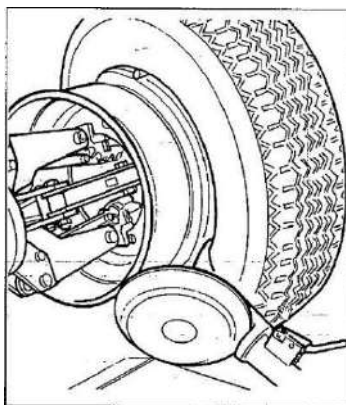

Рисунок 23
- 4) Перемещайте держатель с КРЮКОМ вперед до тех пор, пока красная контрольная точка не совпадет с внешним краем обода и не будет находиться на расстоянии около 5 мм от него (см. Рисунок 23).